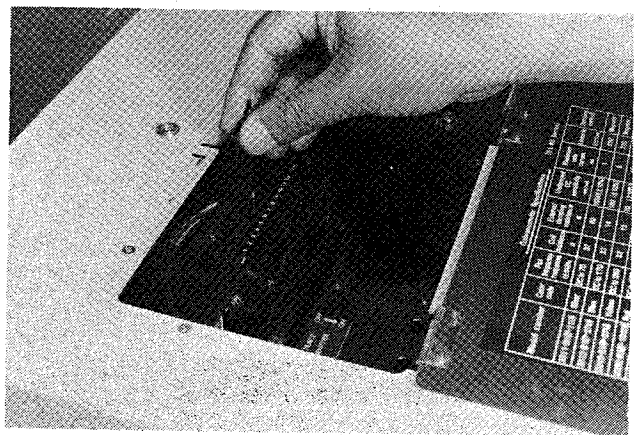

図3-5 光点の調整
- (1) 光点光量調整用絞り⑩を下方向いっぱいに戻します。
- (2) 光点選択シャッターをONにします。
- (3) ガルバノメータのレンズ部に強い光が帯状にあっていることを確認します。
- (4) 図3-5の様にスポット調整用スパナをガルバノメータの頭部にさし込み左右にまわし、光点観測窓⑪から光点を観測し任意の位置に光点をセットします。
- (5) 調整が終わったら上ボタンを押して下さい。